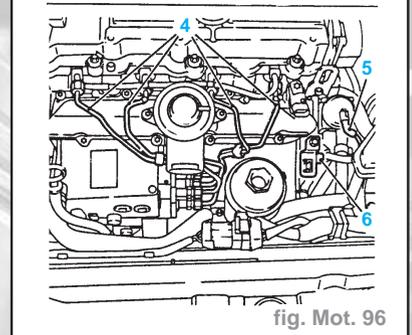

fig. Mot. 96
- Déposer les conduites d'injection (4) de la pompe d'injection et de la traverse d'injecteur. Tenir compte de la position de montage des agrafes de fixation (fig. Mot. 96).